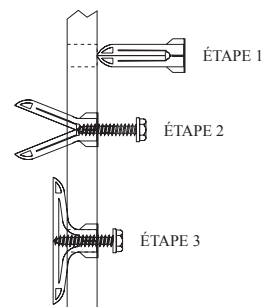

Figure 12
- 3b. Après avoir localiser les trous de montage, percer (2) trous de 5/16" (7.8mm) de diamètre dans le mur. Insérer les (2) ancrages d'expansion en plastique dans les trous. Insérer les (2) vis 10 x 1 1/2" (38mm) dans les ancrages d'expansion en plastique. Les vis sont fournies dans l'ensemble de la soufflerie. Ne vissez pas complètement les vis dans les ancrages d'expansion en plastique, laisser un espace de 7/16" (11mm) entre la tête de la vis et l'ancrage d'expansion en plastique. Référez-vous à la Figure 12.
4. À la partie supérieure de la paroi extérieure, enlevez la (1) vis du trou du milieu qui attachent la paroi extérieure avec le collecteur. Aussi enlevez les (2) vis qui attachent la partie inférieure de la paroi extérieure à la paroi intérieure.
6. Enlever (4) vis 8 x 3/8" qui attachent l'avant de la soufflerie au châssis de la soufflerie. Séparez le ventilateur du boîtier du ventilateur. Retirer le boîtier du ventilateur en débranchant l'ensemble du fil de l'interrupteur du ventilateur du cordon d'alimentation et du fil du moteur.
- 7b. Après avoir localiser les trous de montage, percer (2) trous de 5/16" de diamètre dans le mur. Insérer les (2) ancrages d'expansion en plastique dans les trous. Insérer les (2) vis 10 x 1 1/2" dans les ancrages d'expansion en plastique. Les vis sont fournies dans l'ensemble de la soufflerie. Ne vissez pas complètement les vis dans les ancrages d'expansion en plastique, laisser un espace de 7/16" entre la tête de la vis et l'ancrage d'expansion en plastique. Référez-vous à la Figure 12.
9. Enlever les (4) vis 8 x 3/8" qui attachent l'avant de la soufflerie au châssis de la soufflerie. Enlever les (4) vis 8 x 3/8" qui attachent l'avant de la soufflerie au châssis de la soufflerie. Séparer le ventilateur du boîtier du ventilateur. Retirer le boîtier du ventilateur en débranchant l'ensemble du fil de l'interrupteur du ventilateur du cordon d'alimentation et du fil du moteur.